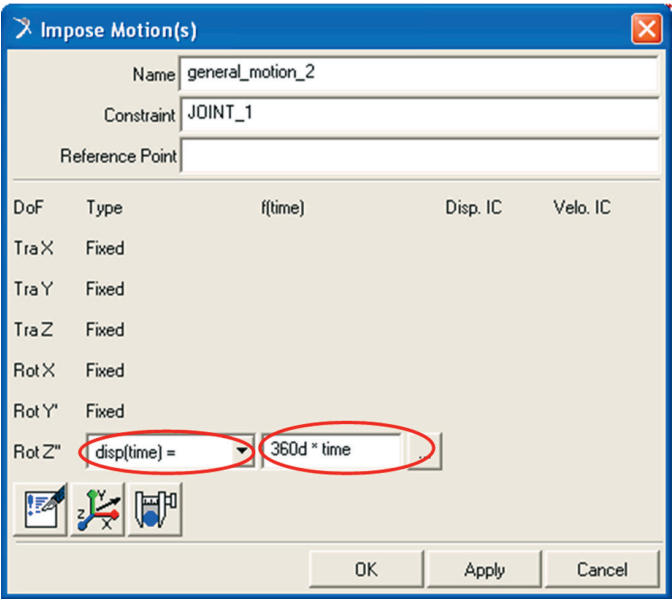

Figura 3.146 – Inserindo o valor da velocidade angular na came.
- No campo *RotZ* selecione a opção *disp(time)*= . No campo ao lado, insira o valor:  $360d * time$ . A Figura 3.146 ilustra o preenchimento dessa janela.